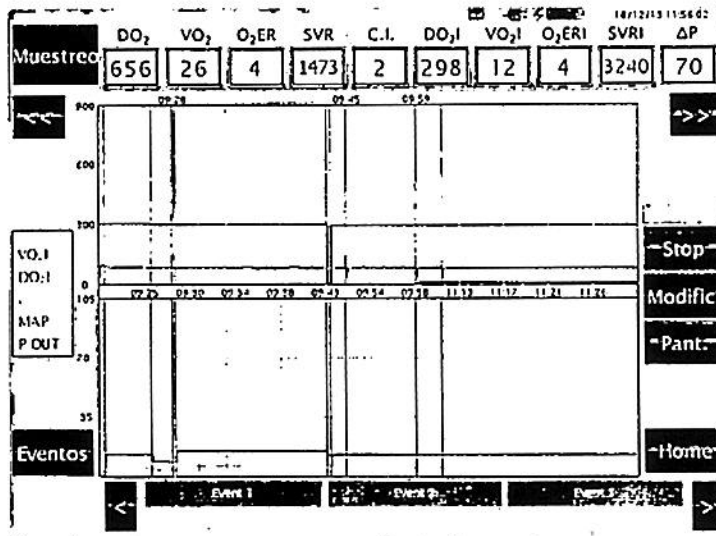

Figura 32: Visualización de eventos
- Cuando ya se han registrado eventos (al menos uno), tocando la gráfica de la figura 32 se visualizan los eventos; el botón **Eventos** cambia automáticamente a **Visualización eventos**. Pulsando el botón **Visualización eventos** en la parte inferior de la gráfica, donde era posible seleccionar el evento a introducir, en su lugar aparece la descripción del evento ocurrido.